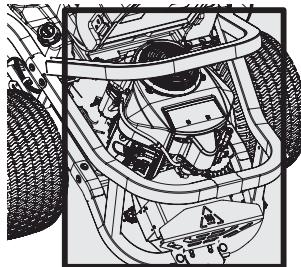

Figura 31
- Mantenga ambos lados de las ranuras de enfriamiento de la transmisión, el colector de escape, alrededor de los fusibles, todo el cableado y los arneses de cables, el tubo del silenciador, el protector del silenciador, los filtros de admisión del motor y las aletas de refrigeración, etc. libres de residuos de pasto y hojas (Figura 31).